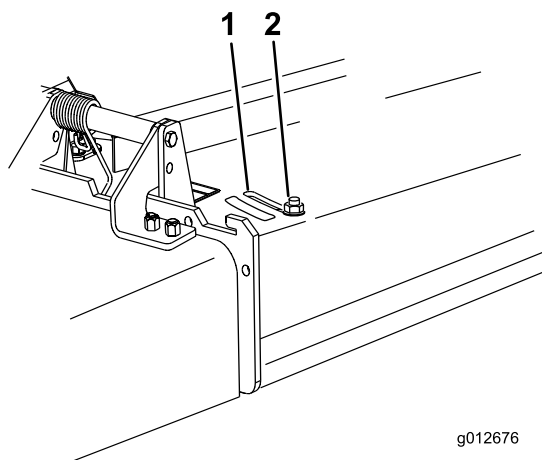

Figure 12
3. Desserrez l'écrou (Figure 12).